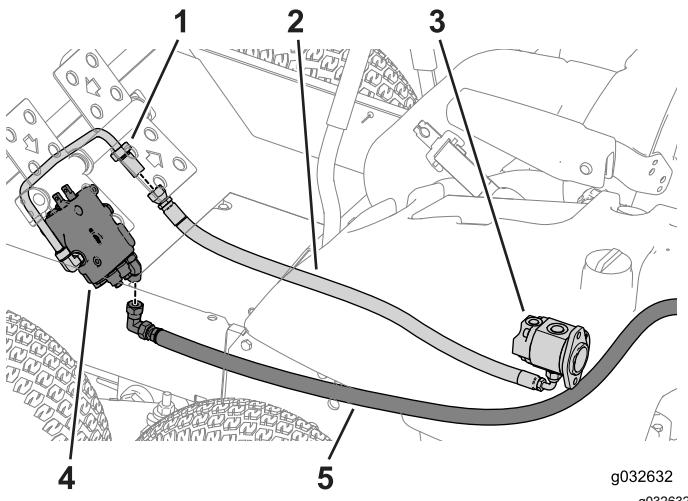

Bild 81
4. Verlegen Sie die Schläuche zur Vorderseite der Maschine (Bild 81).